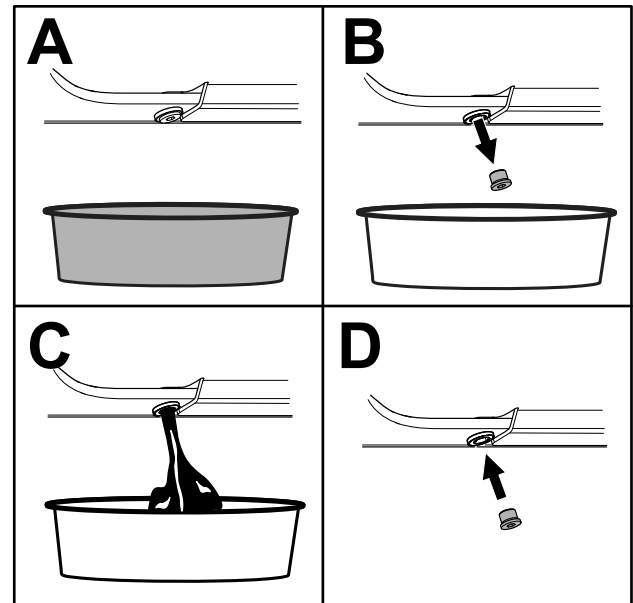

Figure 57
5. Vidangez l'huile sous la plate-forme (Figure 57).